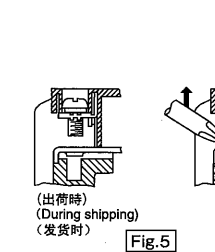

Fig.5
- 端子ねじはカバーに保持された状態で出荷しますが、輸送中の異常な衝撃などで落下している場合は、ドライバの先端などでねじを押し上げてください。(Fig.5)
- The terminal screw is held in the cover during shipping. If it has dropped due to abnormal impact, push up the screw with the tip of the screwdriver. (Fig.5)
- 发货时端子螺钉被固定在套上,如果运输途中受到异常冲击等掉落下来时,请用螺丝刀将其推上去。(Fig.5)